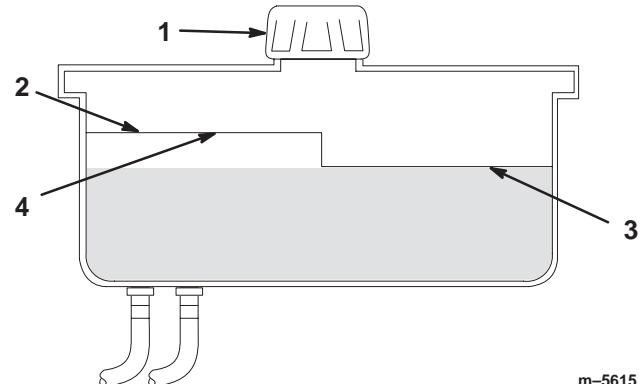

Figure 40
2. Nettoyez la surface autour du goulot de remplissage du réservoir hydraulique (Fig. 40).
3. Enlevez le bouchon du goulot de remplissage et vérifiez si le réservoir contient du liquide (Fig. 40).
Remarque : Lorsque l'huile est chaude, le niveau de liquide doit atteindre le haut du repère **à chaud** sur le déflecteur (Fig. 40).